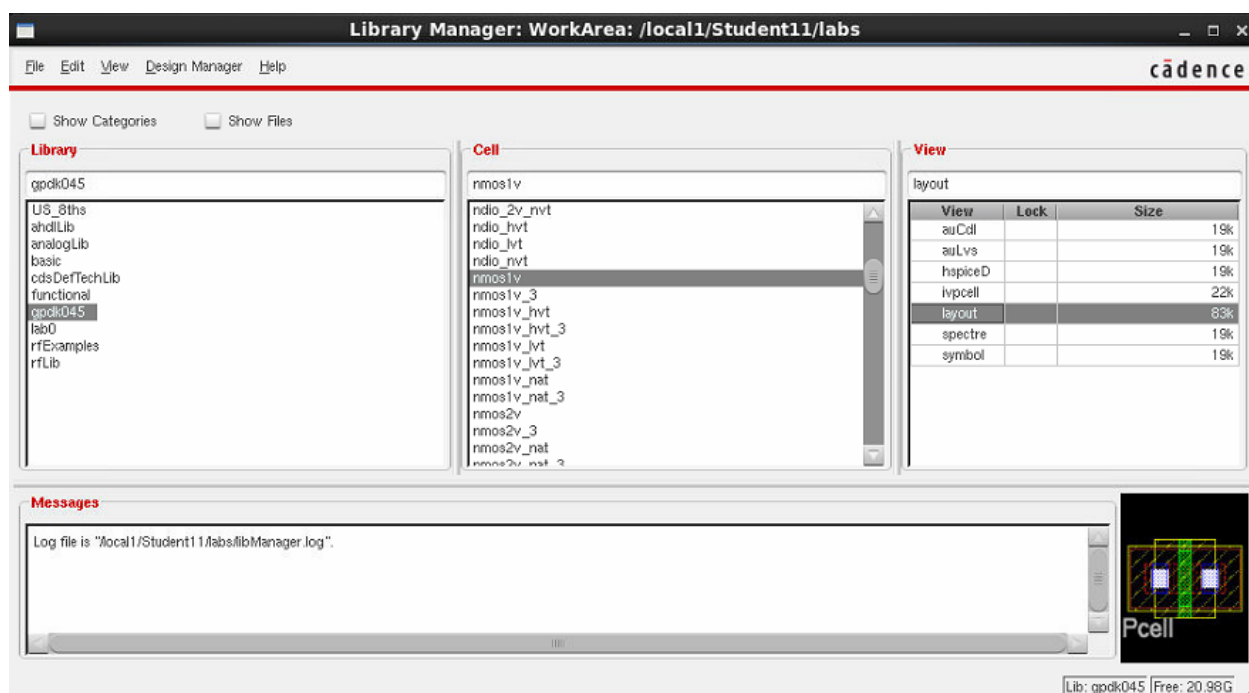

Рисунок 1.4 – Окно Library Manager
5. Открыть Tools/Library Manager в окне Virtuoso. Изучить открывшееся окно (рисунок 1.4).